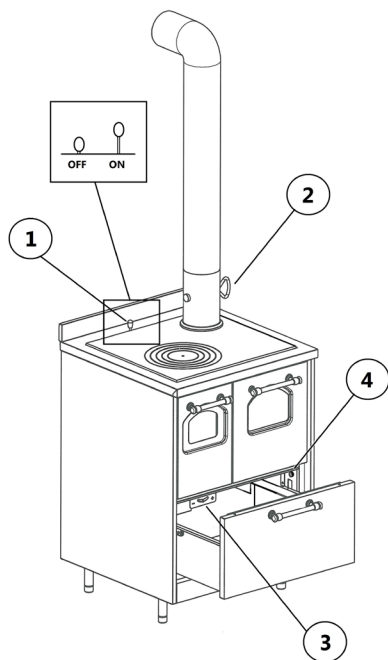
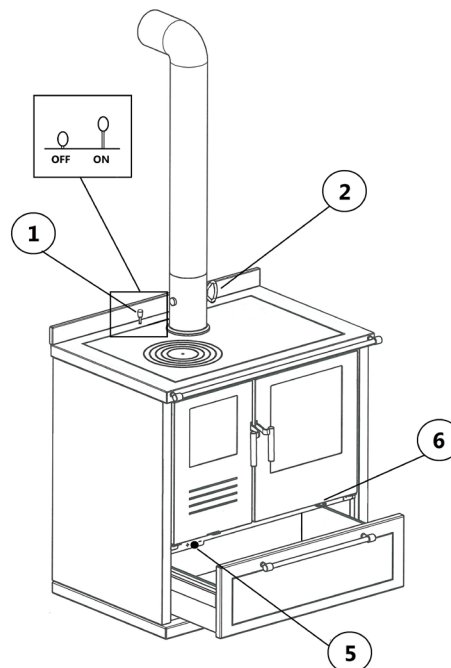

Fig. 13 - Exemplo de estufa 1
Fig. 14 - Exemplo de estufa 2
LEGENDA Fig. 13 pág. 42-Fig. 14 pág. 42
- Abrir completamente o registo de entrada de ar primário, a válvula de arranque (componente presente apenas nas estufas dotadas de forno) e a válvula de borboleta (ver **Fig. 13 pág. 42** e **Fig. 14 pág. 42**).
Para um melhor desempenho, após a chama iniciar a subir e tornar-se viva, aconselha-se regular ao mínimo o registo de ar primário (ver **Fig. 13 pág. 42**), fechar a válvula de arranque; isto permite o máximo desempenho (poder nominal) com o mínimo consumo de combustível.
Os modelos Master e Gemma (ver **Fig. 14 pág. 42**) estão equipados com um registo de ar primário com válvula automática através de uma sonda, que abre e fecha automaticamente de acordo com a temperatura interna da fornalha; quando o fogo se alastra, a válvula fecha, permitindo uma menor passagem de ar. Recomenda-se portanto, após o completo acendimento do fogo, manter a válvula na posição (-).
Em caso que, após o fechamento da válvula de arranque, os fumos tenham dificuldade a completar uma rotação ao redor do forno, há uma válvula de fumos adicional instalada na parte inferior (veja **Fig. 14 pág. 42**): ao puxar a alavanca, o percurso forçado dos fumos é reduzido.
Alguns modelos estão dotados de ventilação forçada com comando manual: activar e desactivar através do específico interruptor (veja Fig. 13 pág. 42).